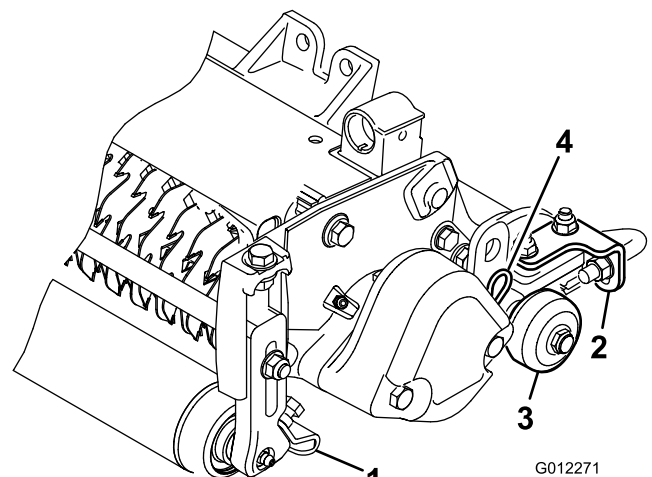

Figura 6
- Desaperte as porcas flangeadas que fixam os raspadores do rolo (Figura 6).
Antes de as unidades de corte vertical serem baixadas até ao chão ou retiradas da unidade de tracção, baixe os rolos de transporte (Figura 6) para proteger as lâminas do contacto com a superfície dura.